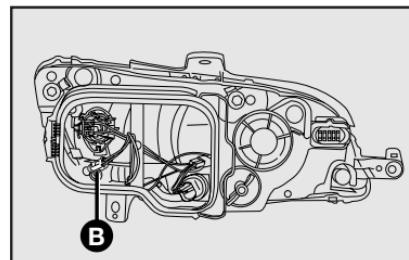

fig. 33
- 4) luego de cambiar la lámpara, rearme nuevamente el portalámpara B-fig. 33 y recoloque la tapa, bloqueándola con el resorte.